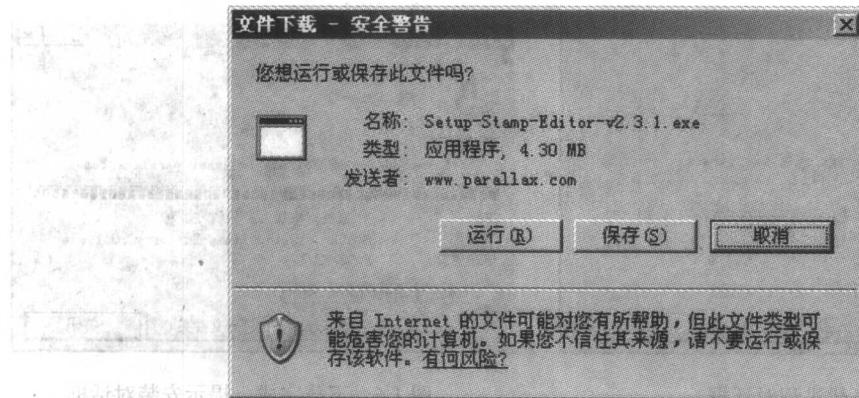

图 1.3 文件下载对话框
- 文件下载窗口显示如图 1.3 所示的对话框，单击“保存”按钮保存文件到硬盘。